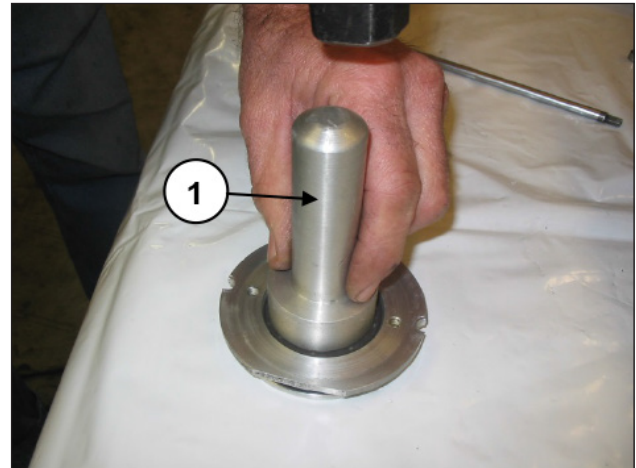

Abb. 117
Montieren Sie den Ölabstreifring in den Ölabstreifring-Deckel (Pos. ①, Abb. 117) mithilfe eines Dorns Art. 27910900.